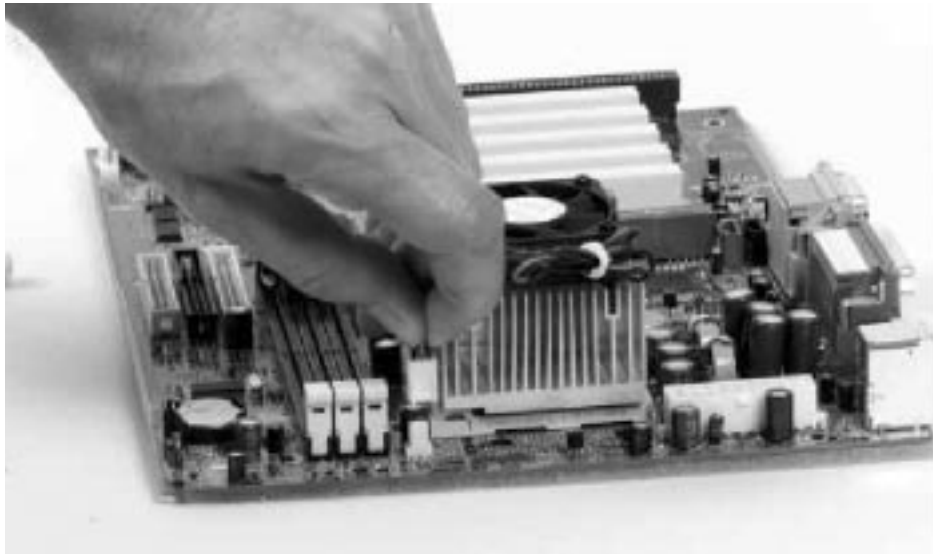

Figura 20. Modo de enchufar el conector de energía del ventilador en el conector de la placa base.
20. Después de instalar el disipador de calor, el siguiente paso es la conexión del ventilador. En la figura 20 se muestra la forma de enchufar el cable del ventilador en el conector de la placa base, que tiene la marca "CPU FAN". Este conector está adaptado de manera que el conector de alimentación sólo se puede instalar de una forma. Si no aparece en la placa base un conector con la marca "CPU FAN", consulte el manual de la placa base para averiguar dónde se debe conectar el ventilador.
En la figura 20 también se muestra la forma de enrollar el cable sobrante, retirándolo de la corriente de aire que necesita el ventilador, ya que si se bloquea el flujo de aire, el ventilador no funcionará correctamente.